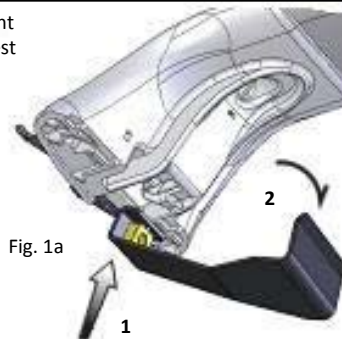

Fig. 1a
3. Insérer le collet de la sangle dans la cavité du support d'extrémité (Fig 1a). Une fois le collet passé, tourner la sangle vers le bas puis pousser vers le haut pour aligner le trou du boulon sur l'écrou à cage.